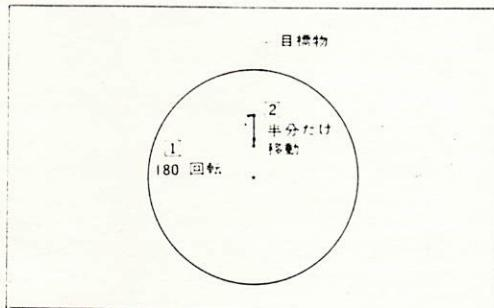

図14
- 4) ステージの回転クランプねじを緩めて、ステージを約180°回転させ、目標物が視野の中央から移動した量の半分だけを、ステージ心出し工具で移動させます。(図14)